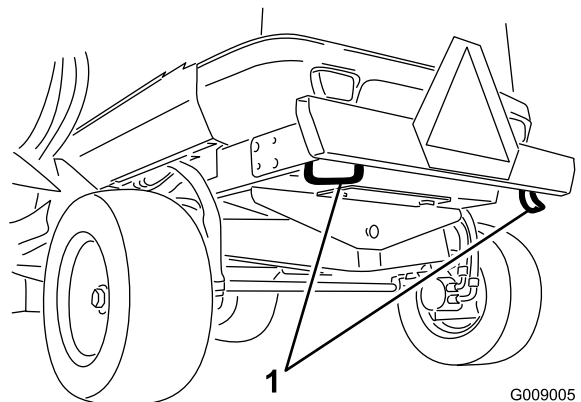

Figura 73
**Parte trasera de la máquina:** en el paragolpes (Figura 73)